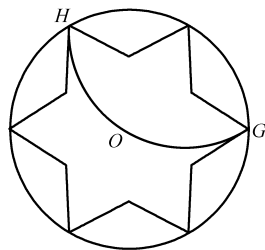

图 3-29 绘制圆弧
6) 在【功能区】选项板中选择【常用】选项卡, 在【绘图】面板中单击圆弧的【三点】按钮, 以 H 、 G 和圆心 O 为三点, 绘制圆弧, 如图 3-29 所示。